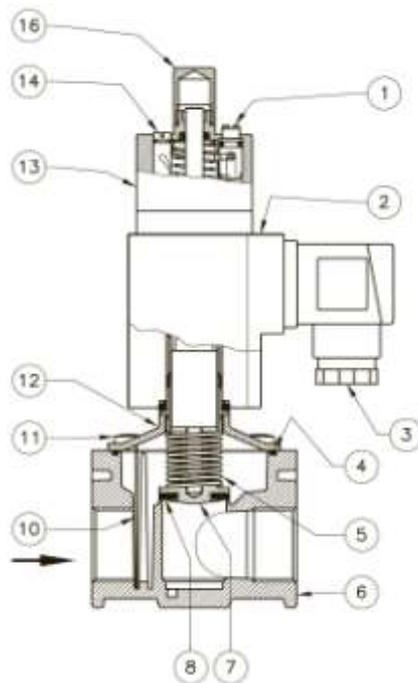

Рис. 1
Клапан (рис. 1) состоит: винт регулировки скорости открытия (1); электромагнитная катушка (2); электрический коннектор (3); прокладка (4); пружина (5); корпус (6); затвор (7); манжета затвора (8); фильтрующая сетка\* (10); винт (11), крышка (12), гидравлический тормоз (13), колпачок тормоза (16).